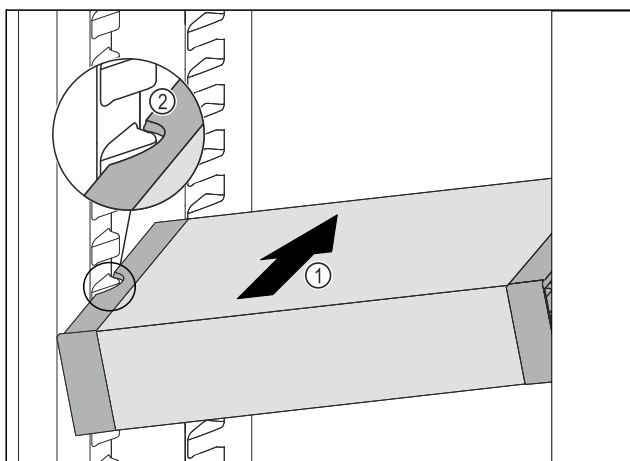

Fig. 85
- Insérer le VarioSafe en biais dans la partie réfrigérateur *Fig. 85 (1)* jusqu'à ce que les encoches latérales *Fig. 85 (2)* du VarioSafe se trouvent à la hauteur de la nervure du bac dans la partie réfrigérateur.